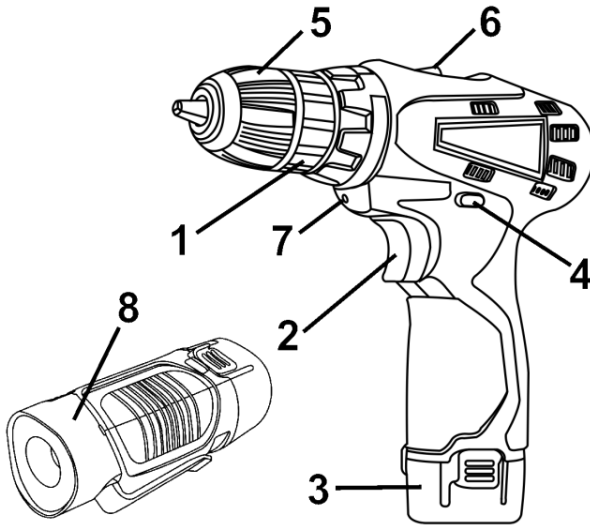

Рисунок 1
5.1.3 Встановіть необхідний крутний момент за допомогою кільця регулятора моменту затягування (1) (див. рисунок 1).
5.3 Для включення виробу натисніть на клавішу вимикача (2) (рисунок 1). Для відключення виробу слід клавішу відпустити. Регулювання швидкості обертання патрону здійснюється ступенем натискання на клавішу вимикача.